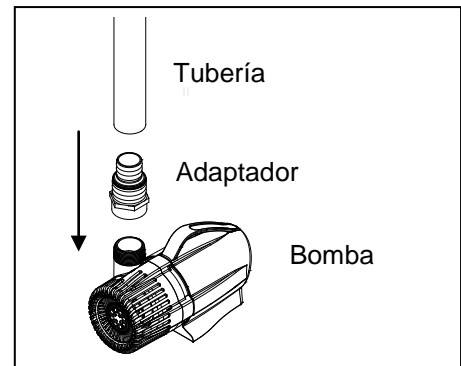

Fig. 2
2. Conecte el adaptador con la bomba insertando en la descarga de la bomba. Fig. 2